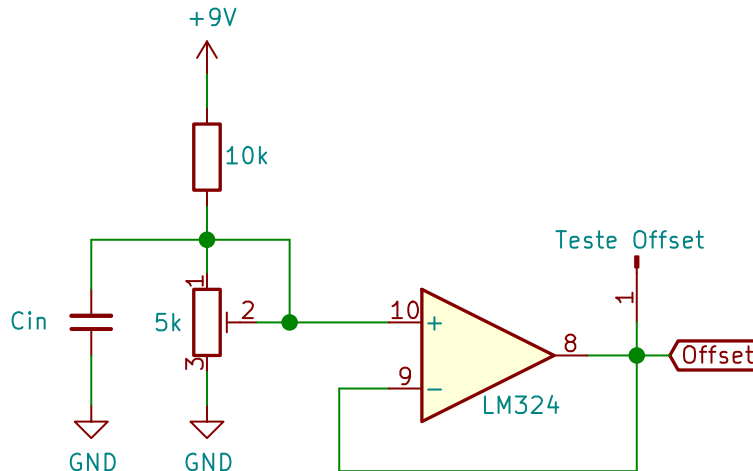

Figura 2: Circuito atenuador e filtro.
2. Monte o circuito de ajuste de *offset* em **placa furada padrão**, conforme mostra o esquemático da Figura 2. Utilize $C_{in} = 1\text{ }\mu\text{F}$. **Atenção:** a tensão do nó “offset” deve ser conectada ao nó correspondente no circuito do item (1).